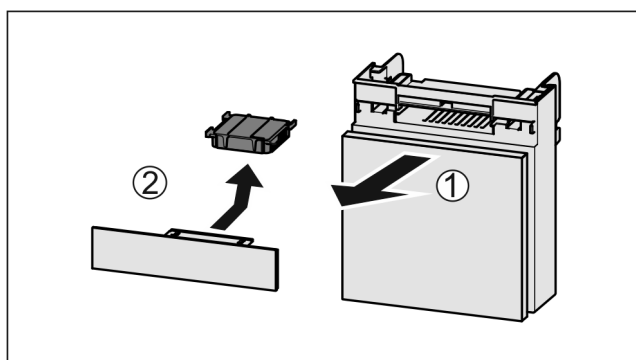

Fig. 98
- ▶ Издърпайте Fig. 98 (1) напред отделението.
- ▶ Извадете Fig. 98 (2) филтъра с активен въглен.